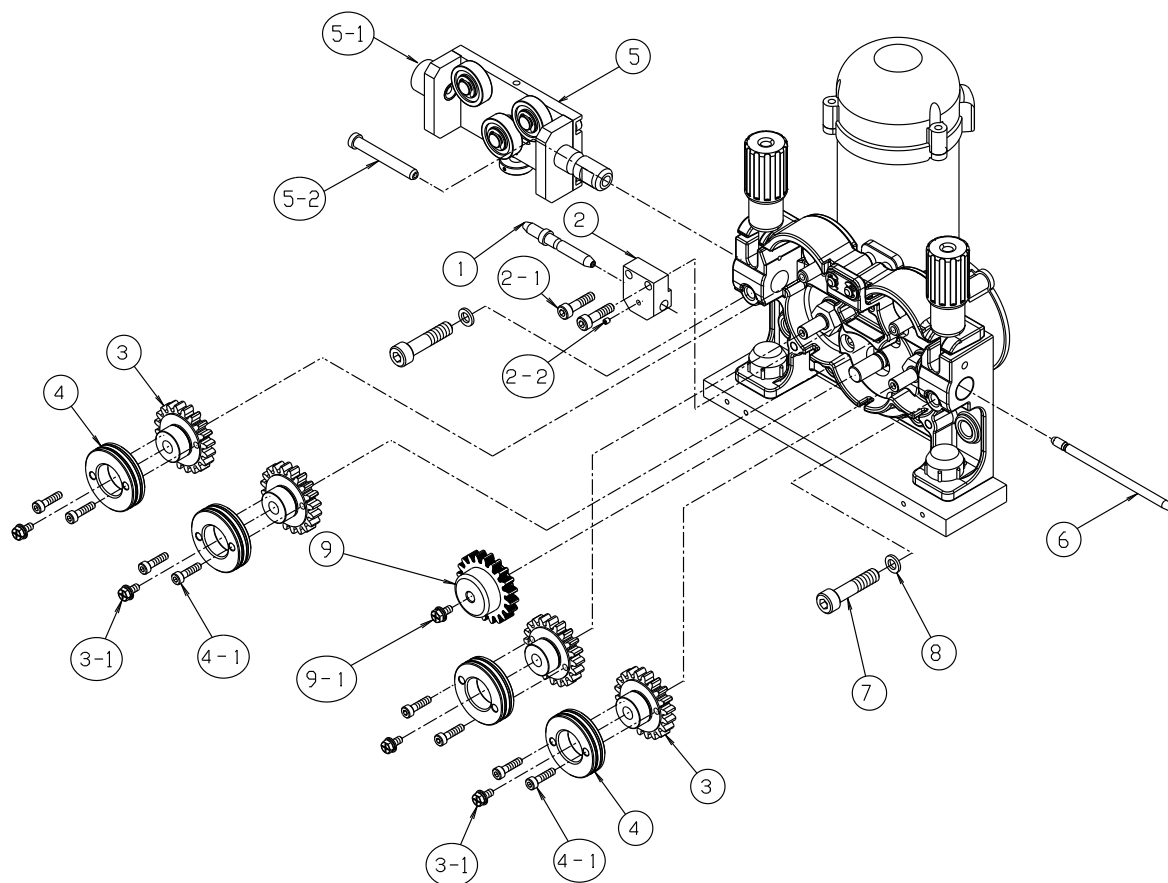

図5. 組込部品分解図
⑨ パーツリスト(つづき)
9. 5 組込部品関係 (図5)